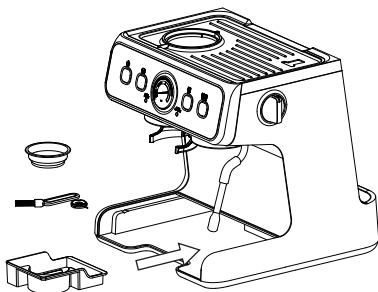

Fig. 8
Maskinen är utrustad med en verktygslåda (15) som används för att förvara rengöringsstift och borstar. Enkelkoppsfilter och dubbelkoppsfilter kan också förvaras i verktygslådan. Verktöglådan finns i apparatens nedre vänstra del där den kan dras ut om man tar bort dropptråget från maskinen (Fig. 8).